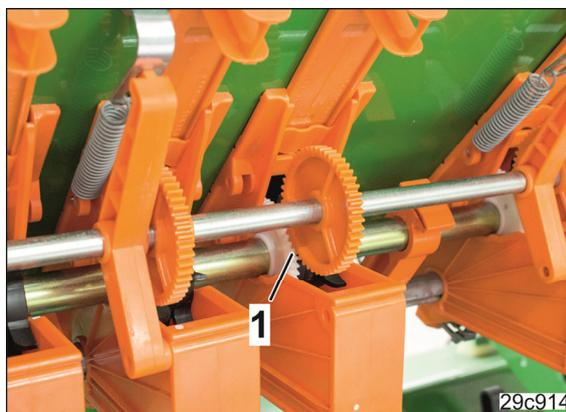

Рис. 254
- 10.1 Проследите, чтобы зубья (Рис. 254/1) шестерен зацеплялись друг за друга.